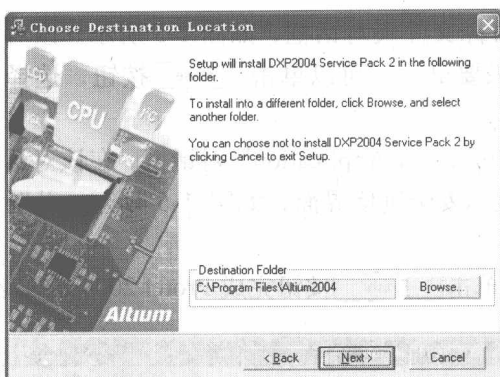
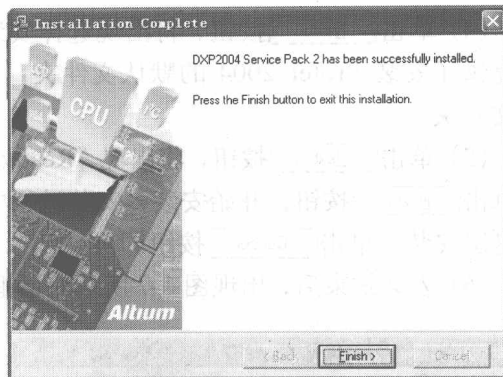

图 1-8 选择 SP2 补丁安装路径对话框
图 1-9 SP2 补丁安装结束界面
(7) 接下来安装 SP2 补丁。双击文件夹中的 DXP2004SP2 文件, 出现界面 “Atium Software End-User License”。单击 I accept the terms of the End-User License agreement and wish to CONTINUE, 出现选择安装路径对话框, 如图 1-8 所示。单击 **Next >** 按钮, 将出现 “Start Installation” 对话框; 单击 **Next >** 按钮, 显示安装进度; 安装结束后, 出现 SP2 补丁安装结束界面, 如图 1-9 所示, 单击 **Finish** 按钮, 完成 Protel 2004 SP2 补丁的安装。
(8) 最后安装 SP2 元件库。双击文件夹中的 DXP2004SP2_IntegratedLibraries 文件, 采用上述类似的方法完成 Protel 2004 SP2 元件库的安装。